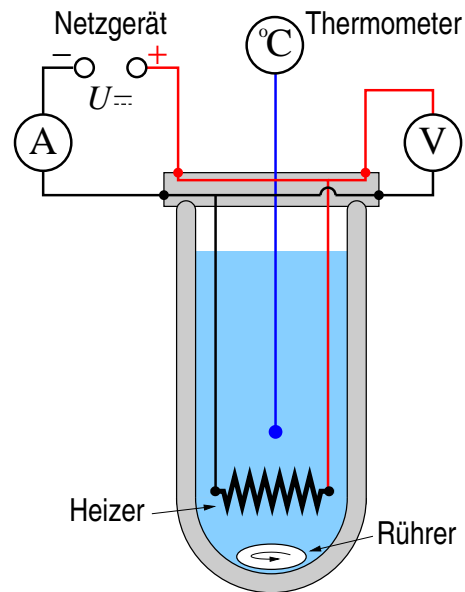

Abb. 6: Kalorimeter mit Schaltung zur elektrischen Heizung.
Der Versuchsaufbau ist in Abb. 6 dargestellt. Der Kalo-
- Bauen Sie die Schaltung nach Abb. 6 auf, ohne das Netzgerät mit dem Kalorimeter zu verbinden. Beachten Sie, dass bei den Digitalmultimetern verschiedene Buchsen für Strom- und Spannungsmessung vorgesehen sind. Ampèremeter mit dem Drehschalter auf den Gleichstrombereich A einstellen (**10 A Buchse benutzen!**).